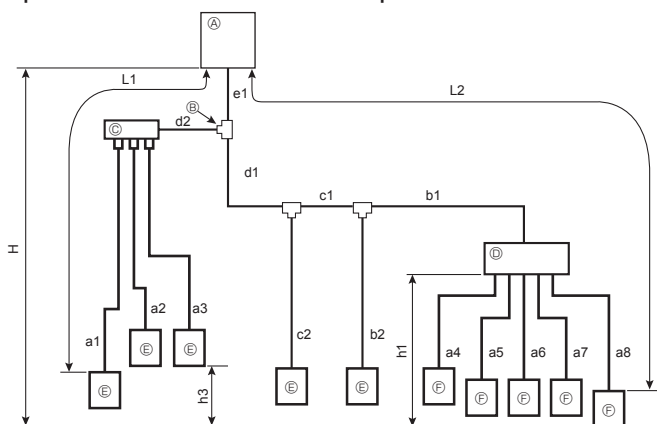

Fig. 4-3 (a)
4.2.3. Смешанная система (внутренние блоки City Multi и внутренние блоки серии M, S, P через ответвительную коробку) (Fig. 4-3)